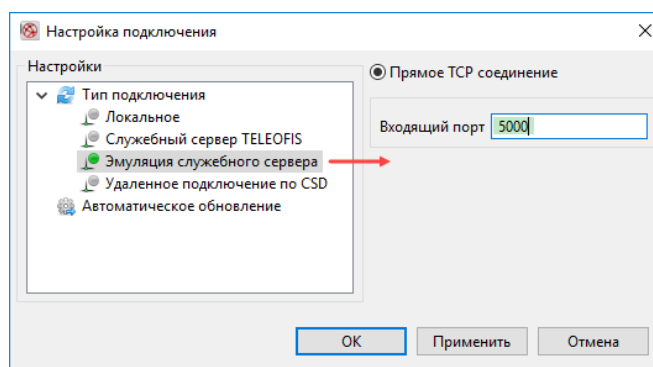

Рис. 34. Эмуляция служебного сервера.
4. В меню **Настройки подключения** (“шестерёнки”) в левой части окна выберите тип подключения **Эмуляция служебного сервера** и задайте для него номер входящего порта локального компьютера, к которому терминал будет подключаться для удалённой настройки (в нашем примере — порт 5000) (Рис. 34).